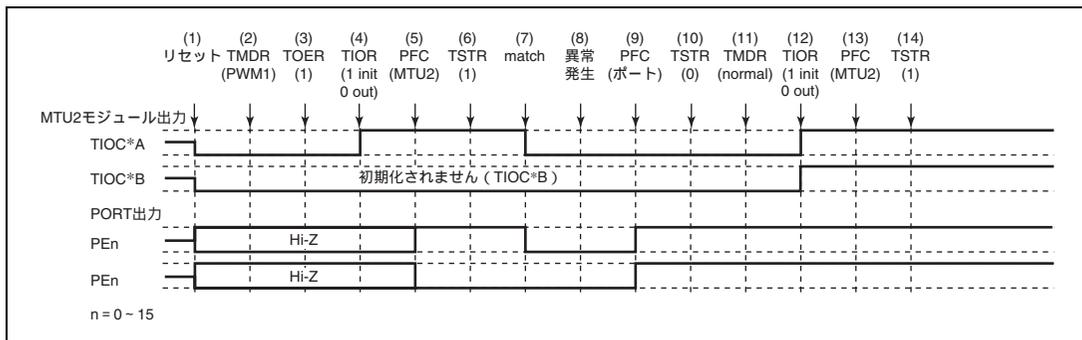

図 11.121 PWM モード 1 で異常が発生し、ノーマルモードで復帰する場合
PWM モード 1 で異常が発生し、再設定後ノーマルモードで再スタートする場合の説明図を図 11.121 に示します。
(1) ~ (10) は図 11.121 と共通です。
(11) PWM モード 1 で再スタートする場合には必要ありません。
(12) TIOR で端子を初期化してください (PWM モード 1 では TIOC\*B 側は初期化されません)。
(13) PFC で MTU2 出力としてください。
(14) TSTR で再スタートします。
(11) PWM モード 2 を設定します。
(12) TIOR で端子を初期化してください (PWM モード 2 では周期レジスタの端子は初期化されません)。
(11) 位相計数モードを設定します。
(12) TIOR で端子を初期化してください。
(11) 波形生成部の初期化のためノーマルモードを設定してください。
(12) TIOR で PWM モード 1 の波形生成部を初期化してください。
(13) TIOR で PWM モード 1 の波形生成部の動作を禁止してください。
(14) TOER でチャンネル 3、4 の出力を禁止してください。
(15) TOCR で相補 PWM の出力レベルと周期出力の許可禁止を選択してください。
(16) 相補 PWM を設定します。
(17) TOER でチャンネル 3、4 の出力を許可してください。
(18) PFC で MTU2 出力としてください。
(19) TSTR で再スタートします。